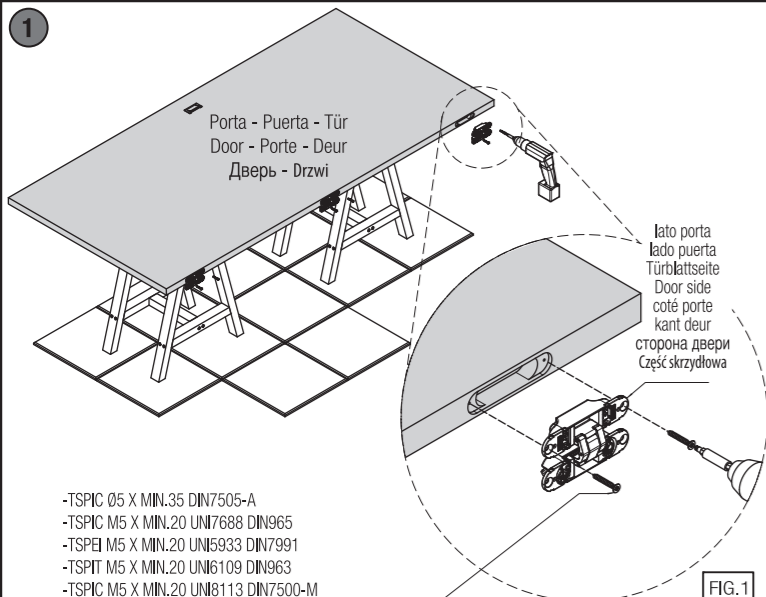

FIG.1
*Alloggiare le cerniere nelle rispettive fresate sulla porta (fig.1) e fissarle con le apposite viti.
*Alojar las bisagras en los mecanizados de la puerta (fig.1) y fijarlas con los tornillos suministrados.
*Die Scharniere in die jeweiligen Fräsungen der Tür einsetzen (fig.1) und sie mit den vorgesehenen Schrauben festziehen.
*Set the hinges in the relative door leaf millings (fig.1) and fix them with the relative screws.
*Insérer les charnières dans les fraisages de la porte (fig.1) et les fixer avec les vis prévues.
*Plaats de scharnieren in de freesgaten van de deur (fig.1). Monteer het scharnier met passende schroeven.
*Поместить петли в соответствующие пазы в двери (рис.1) и зафиксировать предназначенными шурупами.
*Umieścić zawiasy w odpowiednich gniazdach skrzydłowych (rys.1) i przykręcić je odpowiednimi wkrętami.